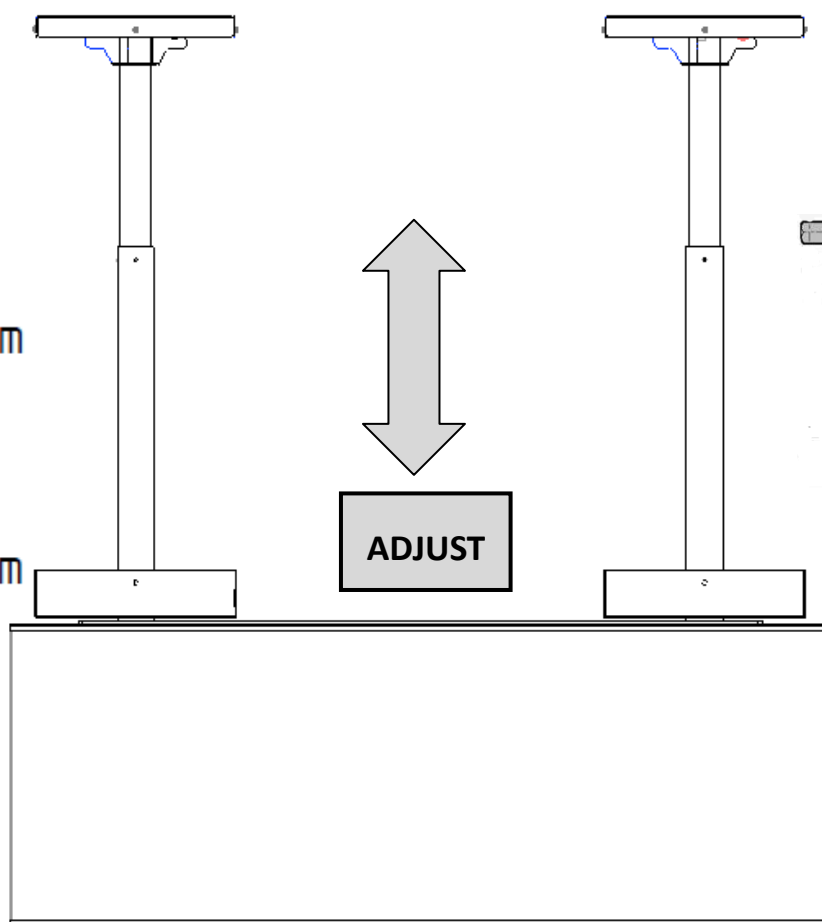

Fig. 13
- 11) Steek het uiteinde van de veiligheidstaalkabel in de automatische kabelbevestigingsklem en trek aan tot de kabel spanningloos is (Fig. 13).